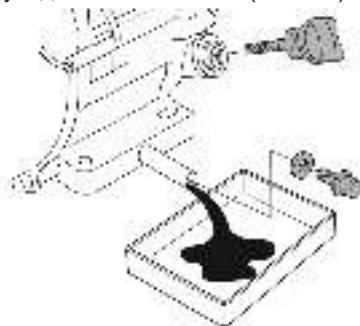

Рис. 38 Замена масла в двигателе
(1) Техническое обслуживание должно осуществляться более часто, при работе в пыльных условиях.
(2) Данный вид работ необходимо выполнять в авторизованном сервисном центре.
- Удерживая одним ключом трубку-удлинитель от проворачивания открутите пробку для слива масла и спейте отработанное масло в подготовленную для этого емкость (Рис. 38).